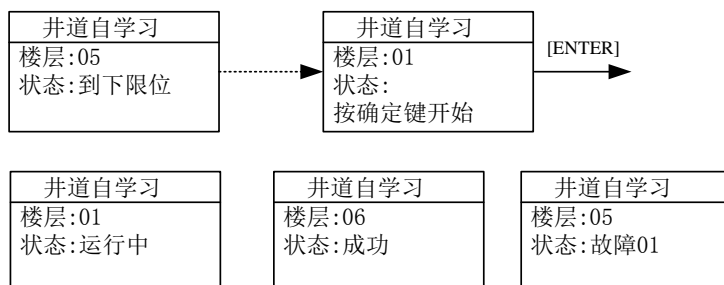

图 7.3 井道自学习操作示意图
对于同步电机，除需要上述电机参数自学习外，还必须进行电机初始角度自学习。否则，同步机将无法正常运行，甚至飞车。因此，同步电机初始角度自学习是非常重要的。必须确保同步电机初始角度自学习完成，空载运行正常后才能带载运行。同步电机初始角度自学习操作过程如图 7.3 所示。
通过操作器设置参数自学习方式选择 FC-13 (FX-20) 为 0 (0 为旋转自学习, 1 为静止自学习), 在正确设置电机参数 (F5) 以及编码器参数 (F8) 后, 按如图 7.3 所示操作进行电机角度旋转自学习:
通过操作器将自学习方式选择 FC-13 (或 FX-20) 设置为 1 (0 为旋转自学习, 1 为静止自学习), 按如图 7.3 所示操作完成进行电机角度静止自学习。
4. 通过液晶显示屏进入自学习菜单，按菜单提示操作，如图 7.3 所示；